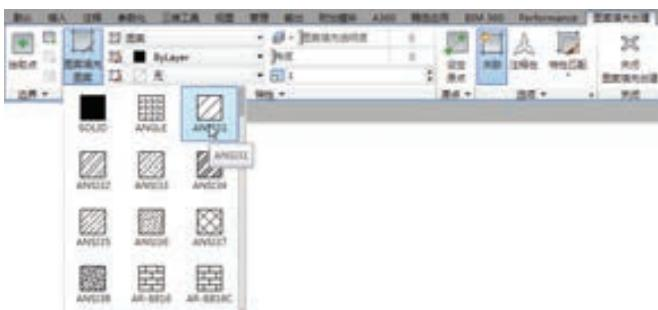
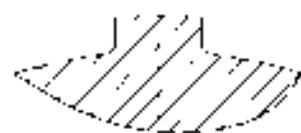

图 8-109 设置“图案填充创建”选项卡
图 8-110 填充后的局部剖视图
7) 填充剖面线。将“剖面线”图层设置为当前图层，单击“绘图”工具栏中的“图案填充”按钮 $\text{H}$ ，填充剖面线，图 8-109 所示为设置好的“图案填充创建”选项卡，命令执行过程可参照上面的介绍，填充后的图形如图 8-110 所示。